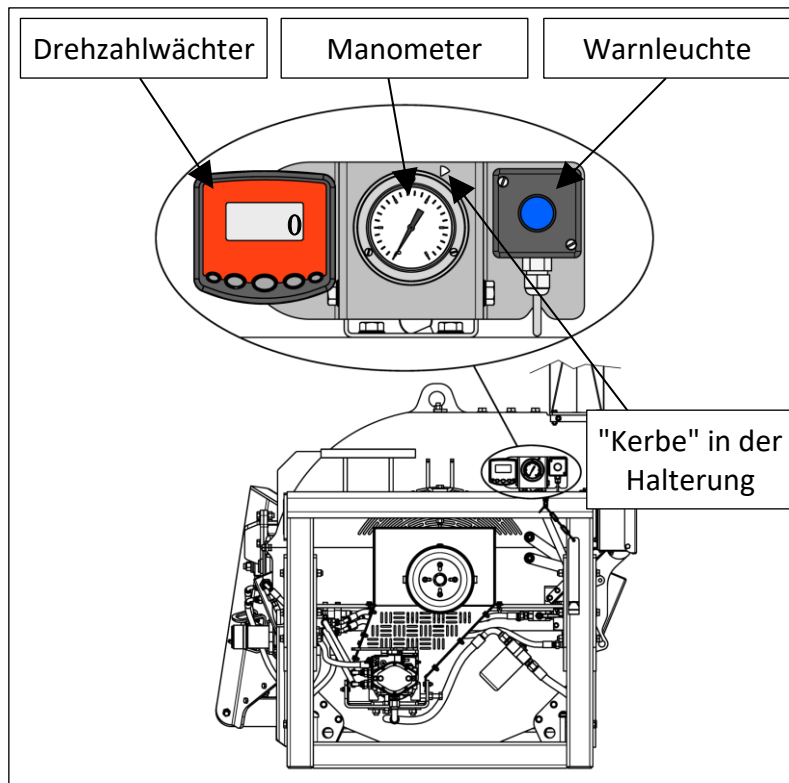
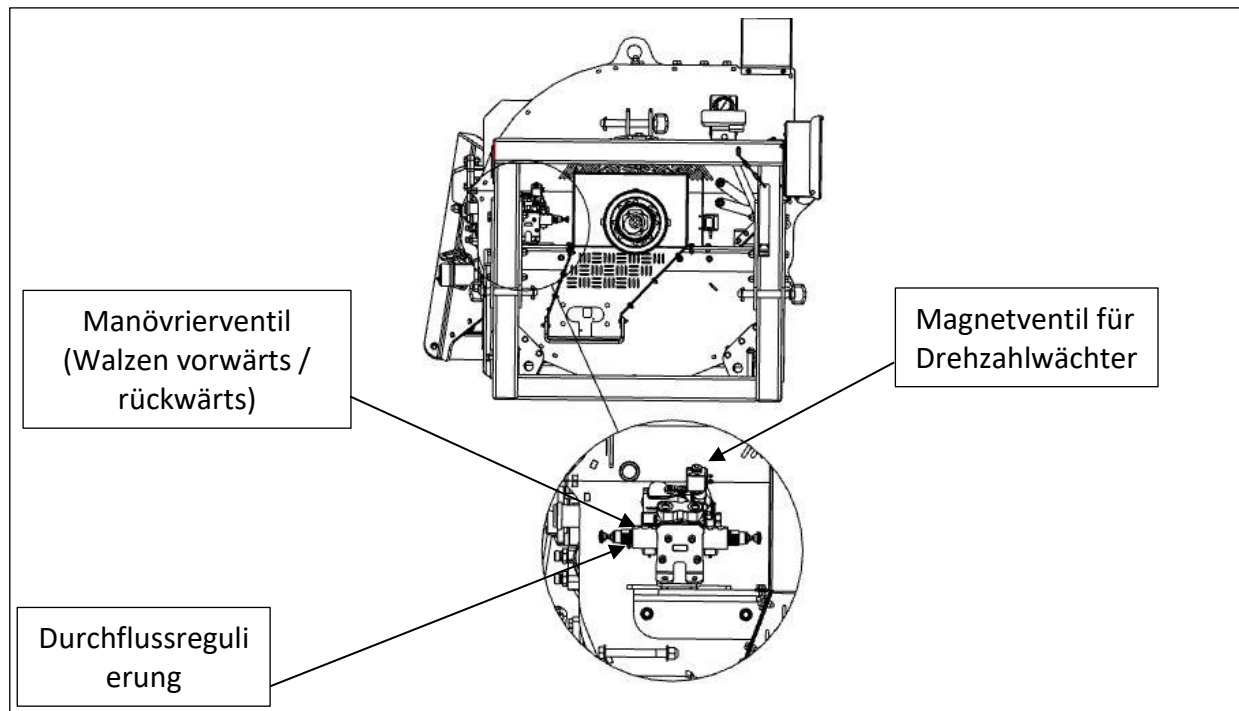

Abbildung 3 - Bedienfeld
Abbildung 4- Ventile und Kugelhahn
Der Drehzahlwächter, der sich auf dem Bedienfeld befindet (siehe Abbildung 3), sorgt dafür, dass die Häckselscheibe des Häckslers immer genügend Umdrehungen zur Verfügung hat, um das Holz zu Hackschnitzeln zu zerkleinern. Der Drehzahlwächter kann an den Traktor angepasst werden, an dem der Häcksler montiert ist, so dass der Häcksler optimal läuft, je nachdem, wie viel PS Sie zur Verfügung haben und mit wie vielen Umdrehungen Sie an der Abtriebswelle des Traktors arbeiten möchten.
Auf dem Chassis des Häckslers befindet sich ein Bedienfeld (siehe Abbildung 3) mit wichtigen Informationen über den Betrieb des Häckslers.
- Sollte der Druck dennoch 155 bar überschreiten, ist es wichtig, den zulässigen Druck im Sicherheitsventil des Manövrierventils zu reduzieren (Platzierung siehe Abbildung 4). Die Hydraulikmotoren können einen höheren Druck nicht verkräften, und die Dichtungen in den Motoren werden irgendwann undicht.
- Neben 155 bar befindet sich in der Halterung, an der das Manometer montiert ist, eine dreieckige "Kerbe" (siehe Abbildung 3), die den maximal zulässigen Druck (155 bar) angibt. Der Zeiger des Manometers darf diese Kerbe zu keinem Zeitpunkt passieren! Ist dies der Fall, so muss der zulässige Druck im Sicherheitsventil des Manövrierventils nach unten korrigiert werden (Platzierung siehe Abbildung 4).
Bei den Modellen PC-3300 ist ein komplettes Manövrierventil eingebaut, bei dem das Magnetventil des Drehzahlwächters, das elektrische Manövrierventil, die Durchflussregulierung und das Sicherheitsventil in einer Einheit zusammengefasst sind (siehe Abbildung 4).